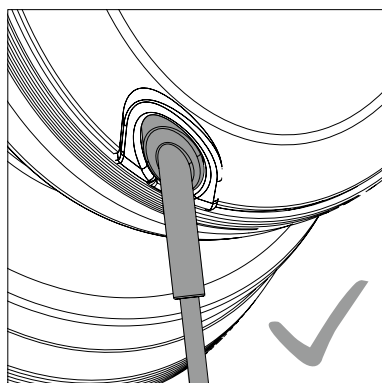

Abb. 3
- Führen Sie die Stecker soweit ein, bis diese eingeklappt sind und das Steckergehäuse bündig mit der Hörmuschel abschließt (Abb. 3).